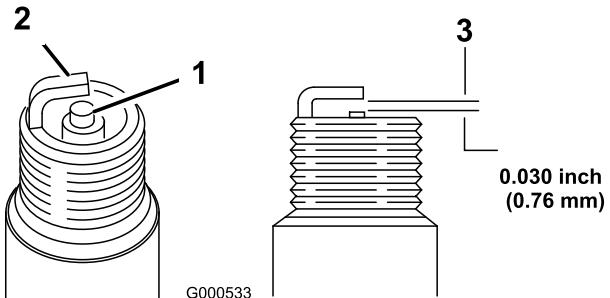

Bild 26
5. Stellen Sie den Elektrodenabstand auf 0,76 mm ein, siehe Bild 26.